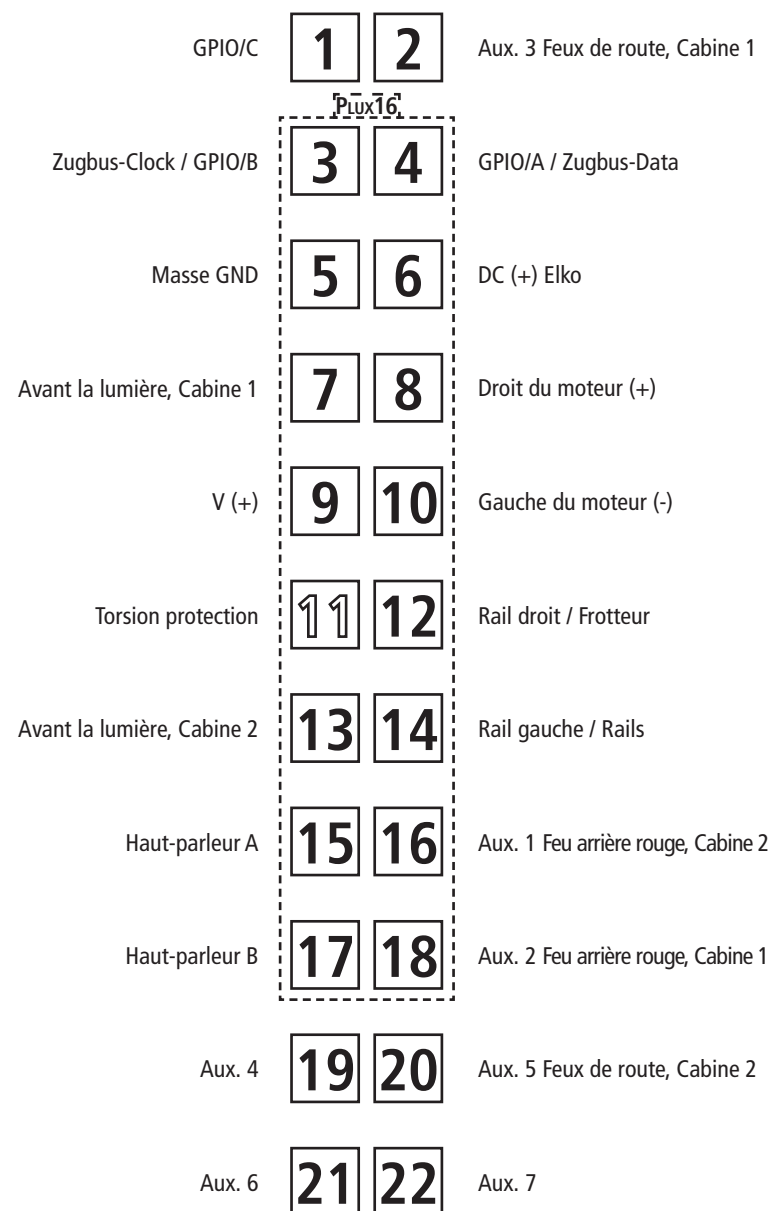
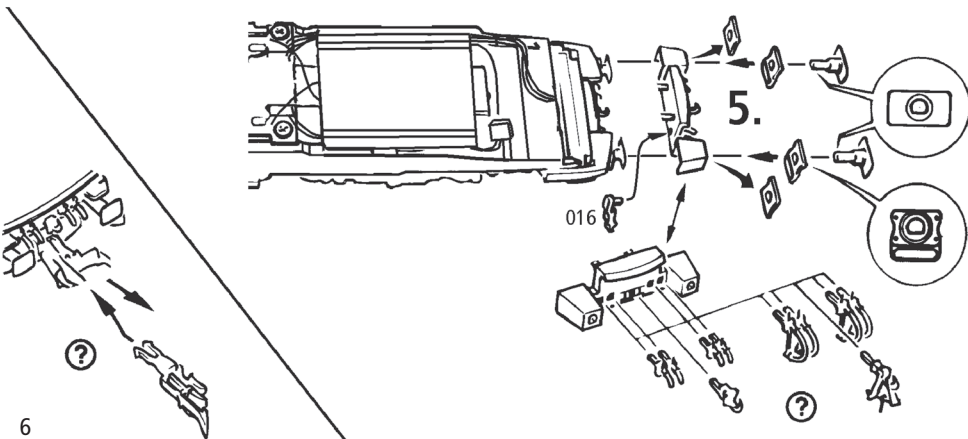

Fig. 5
Fig. 3
**2. Schmierung:** Versehen Sie die im Schmierplan in Fig. 8 gekennzeichneten Stellen mit nur **kleinen Öltropfen**. Dazu zuerst das Lokgehäuse abnehmen (Fig. 3). Wir empfehlen den **ROCO Öler Art.-Nr. 10906**. Fürs Schmieren der Getriebeteile (Zahnräder, Schnecke) empfehlen wir das **ROCO-Spezialfett Art.-Nr. 10905**. Im Falle der Schmierung diese Teile **nicht ölen**.
**Mehrzugbetrieb:** Zuerst Lokgehäuse abnehmen (Fig. 3). Danach den Brückenstecker aus der Schnittstelle entfernen (diesen sorgsam aufbewahren). Danach den Stecker des Dekoders lagegerecht einsetzen (Fig. 5).
**4. Motorwechsel:** Lokgehäuse abnehmen (Fig. 3). Danach wird der Motor ausgebaut und ausgetauscht (Fig. 6).
**2. Lubrication:** Apply **tiny oil drops** to spots marked in fig. 8. Prior to lubrication dismantle locomotive (fig. 3). We recommend using item no. **10906, Roco oiler**. For lubrication the gearparts (e.g. cogwheels, worm) we should recommended our Roco **special grease** (item no. **10905**). **Attention:** Please do not oil these parts when using our grease.
**Running in digital mode:** Remove the jumper from the interface. Finally put the plug of the decoder into the interface as shown in fig. 5.
**4. Motor Changing:** First remove loco body (fig. 3), and then the motor (fig. 6).
**2. Graissage:** N'appliquez **qu'une toute petite goutte** aux endroits indiqués par le plan de graissage (fig. 8) après avoir démonté la caisse de la locomotive (fig. 3). Nous vous recommandons **le graisseur à huile Roco réf. 10906**. Pour graisser les engrenages (roues dentées, vis sans fin) nous vous conseillons la **graisse spéciale Roco réf. 10905** pour engrenages en matières synthétiques. Lorsque vous utilisez cette graisse il faut éviter d'huiler ces composants.
**Exploitation en télécommande multi-trains:** Enlevez la fiche de shuntage de l'interface (à conserver!) et enfichez finalement la fiche du module de décodeur aux prises de l'interface. Veuillez à la position correcte de la fiche (fig. 5).
**4. Remplacement du moteur:** Démontez la caisse (fig. 3). Démontez ensuite le moteur (fig. 9).
voir } Fig.3